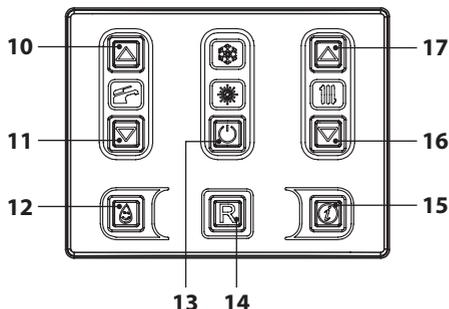

Figura 2.5
- Tenere premuto per 2 secondi il tasto 13 fino a far apparire sul display il simbolo  (Figura 2.5).
La temperatura dell'acqua calda di mandata riscaldamento è regolabile agendo sui tasti 16 (diminuzione) e 17 (aumento) (Figura 2.5) da un minimo di circa 38°C ad un massimo di
Comunque se la temperatura ambiente non dovesse essere confortevole si può aumentare o diminuire la temperatura di mandata dell'impianto riscaldamento di $\pm 15^\circ\text{C}$ agendo sui tasti 16 (diminuzione) e 17 (aumento) (Figura 2.5).
La temperatura dell'acqua calda sanitaria è regolabile agendo sui tasti 10 (aumento) e 11 (diminuzione) (Figura 2.5) da un minimo di circa 35°C ad un massimo di circa 60°C . Alla prima pressione di uno dei due tasti si ha la visualizzazione del valore di "set", alla seconda pressione si accede alla modifica.